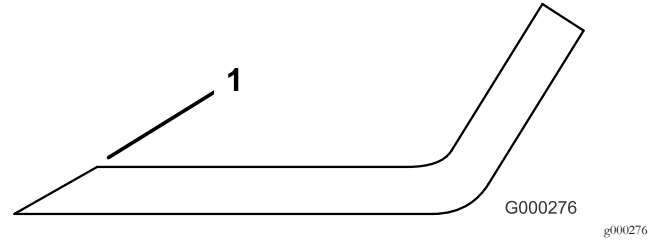

图21
1. 同时磨快刀片两端的刀刃图21。保持原有角度。如果从两片刀刃上磨掉相同量的金属刀片会保持平衡。